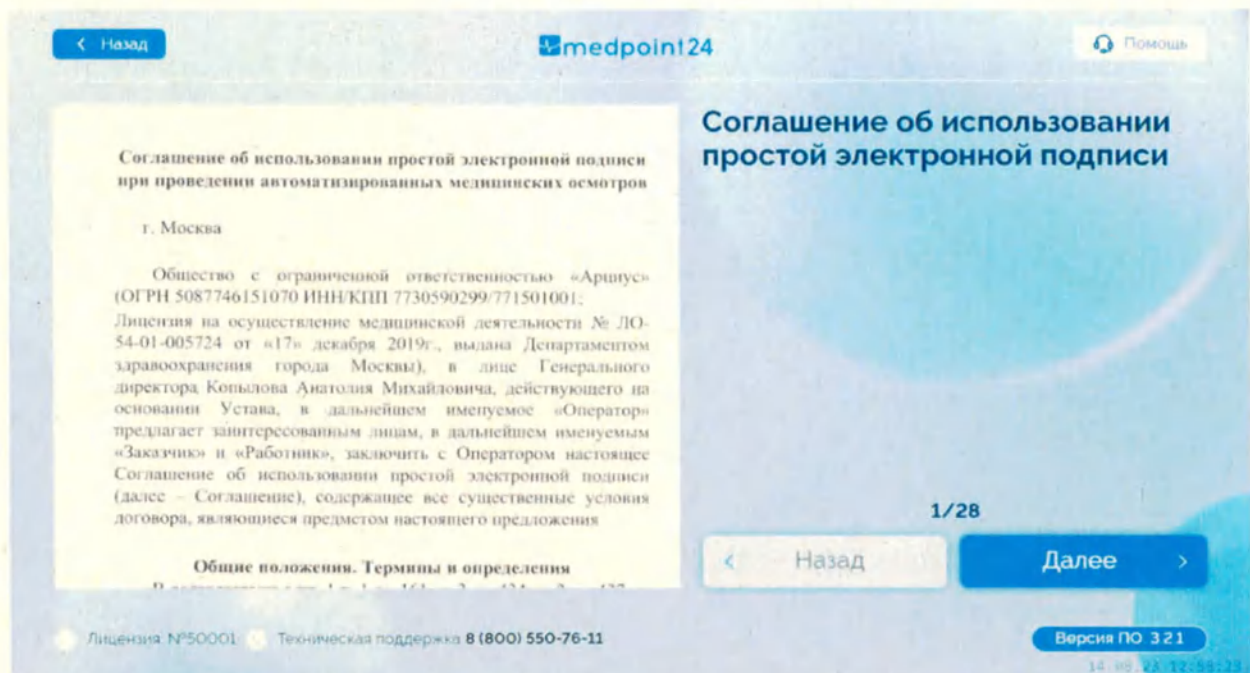

Рисунок 18. Соглашение об использовании простой электронной подписи в модуле ПО Medpoint24 – Терминал
2) При первой авторизации в модуле ПО Medpoint24 – Терминал, необходимо выразить согласие об обработке персональных данных (Рисунок 17) и принять соглашение об использовании простой электронной подписи (Рисунок 18), подтвердив свои действия на экране. Чтобы перейти к следующей странице документа, нажмите кнопку «Далее». Подтвердить согласие можно только на последней странице документа (Рисунок 17.1 и 18.1). Для этого нажмите на чек-бокс «Я принимаю условия документа», а затем кнопку «Далее»